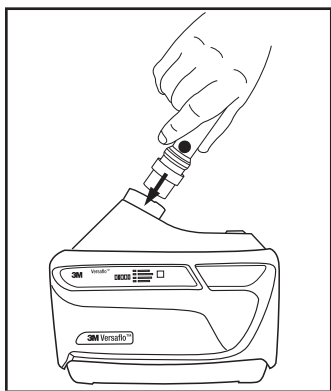

Fig. 14-1 – Fixation du débitmètre
- Insérer le débitmètre TR-971 dans la sortie d'air du souffleur à moteur TR-800. Si le tuyau de respiration est installé, le retirer pour permettre l'insertion du débitmètre (Fig. 14-1).